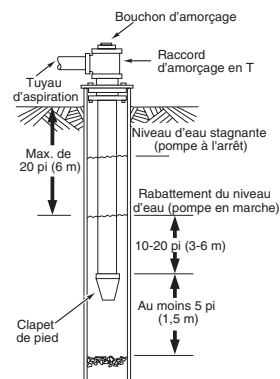

FIGURE 1 – INSTALLATION D'UN Puits Tubé ou Creusé
5. Si vous utilisez un clapet de pied, il est recommandé d'utiliser un raccord en T et un bouchon d'amorçage (figure 1).
5. Si un tuyau horizontal plus long doit être utilisé, installez un raccord d'amorçage en T entre le clapet de non-retour et la tête de puits (figure 1). Utilisez la nomenclature 80 ou un tuyau en fer.